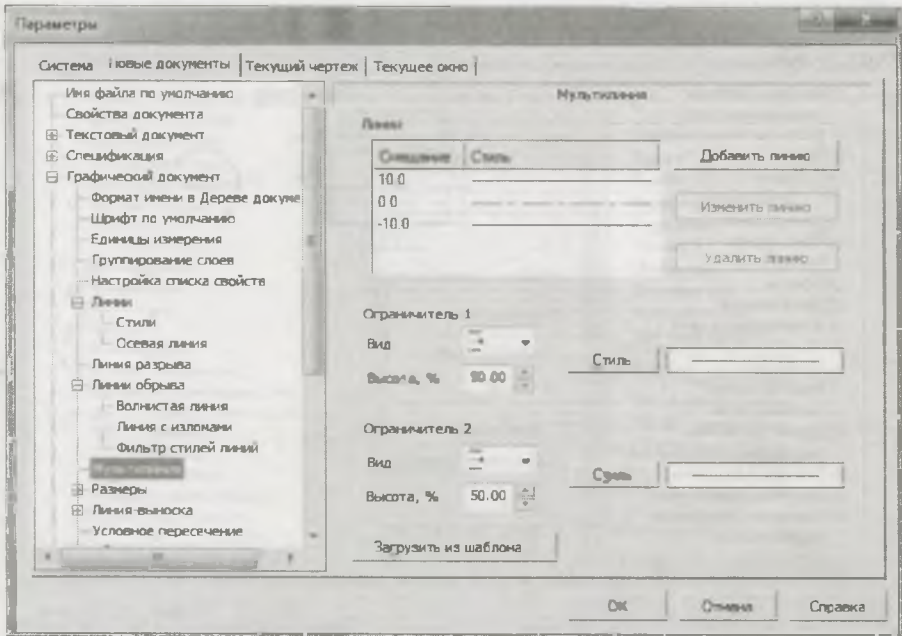

Рис. 17.17. Диалоговое окно Параметры с открытой панелью Мультилиния
- ♦ щелкните ЛК по пункту **Мультилиния** — в правой части откроется панель **Мультилиния** (рис. 17.17). Настройки, возможные на этой панели: